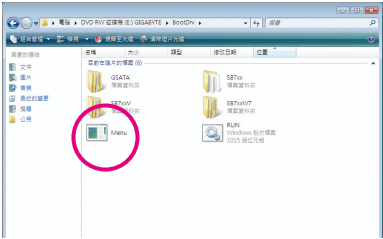
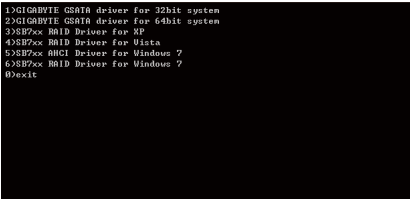

图2
图3
- 2：进入光盘中「BootDrv」文件夹，双击「Menu.exe」文件(图2)后会出现「命令提示字符」画面，内含如图3的控制器选单。
- 3：放入空白软盘。按下SATA控制器驱动程序代码后再按<Enter>键。以图3的选单为例，若 要安装Windows操作系统到AHCI或RAID SATA硬盘，请选择「3」SB7xx RAID Driver for XP」。接着电脑即会自动复制所需的文件到软盘中。完成后请按任意键离开。